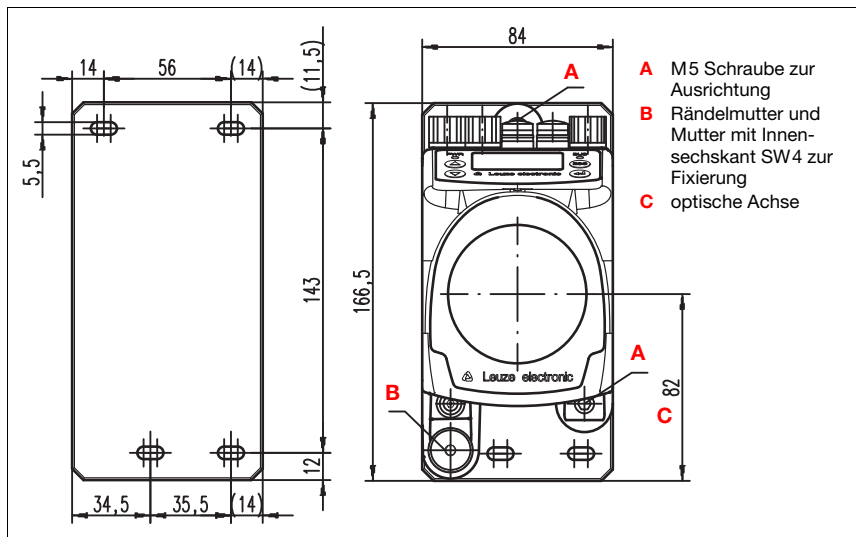

Bild 5.2: Gerätemontage
Der Laserlichtfleck wird so ausgerichtet, dass er bei minimaler wie auch maximaler Messentfernung immer in der Mitte des gegenüberliegenden Reflektors auftrifft. Benutzen Sie **zur Ausrichtung die beiden M5-Inbus-Schrauben ("A"** in Bild 5.2). Achten Sie darauf, dass während der Ausrichtung die Rändelmutter und die Kontermutter ("**B"** in Bild 5.2) weit geöffnet sind.
*Damit sich die Ausrichtung des Lasermesssystems im Dauerbetrieb nicht verstellt, ziehen Sie anschließend die Rändelmutter handfest an und kontern die Fixierung fest mit der Mutter mit Innensechskant SW4 ("**B"** in Bild 5.2). Rändelmutter und Mutter dürfen erst nach der Justage angezogen werden.*